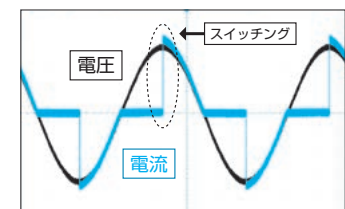

図5 位相制御方式のスイッチング波形例
- ・例えば位相制御方式の温度コントローラなどで使われるサイリスタのスイッチング動作が大きなノーマルモードノイズを発生させます(図5)。